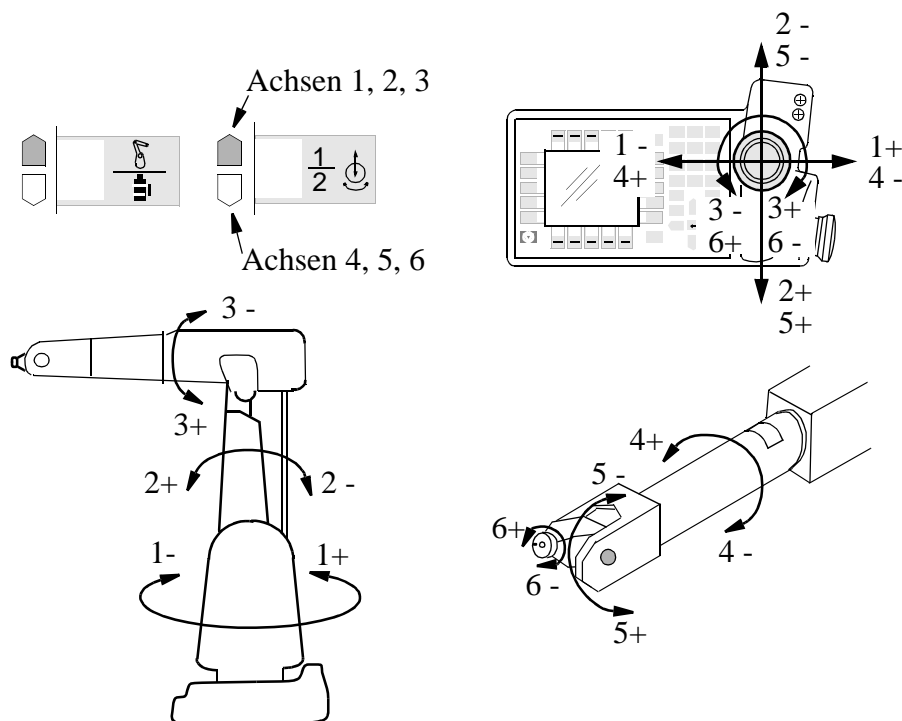

Bild 22 Angabe der zu bewegend Achsen durch Betätigung der Tasten wie oben angegeben.
- Achsenweise Bewegung durch Einstellen der Bewegungstasten auswählen (siehe Bild 22).